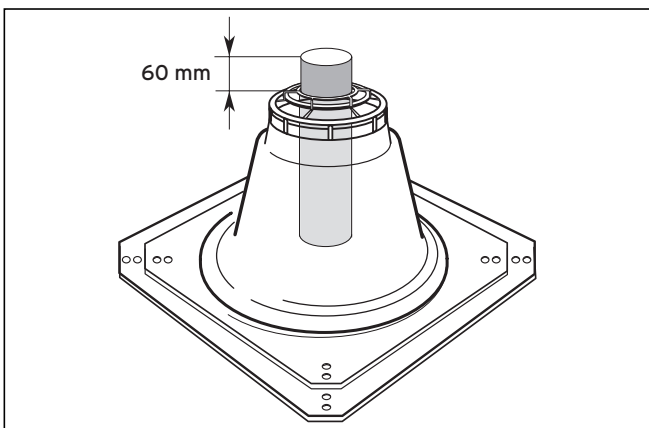

Abb. 6.22 Länge des oberen Abgasrohrs
- Kontrolle: Über dem Fuß des Schachtaufsatzes müssen 60 mm überstehen (siehe Abb. 6.22).
- Klemmen Sie die Haube (1) des Schachtaufsatzes (2) über das obere Ende der starren Abgasleitung und drücken Sie sie fest auf.